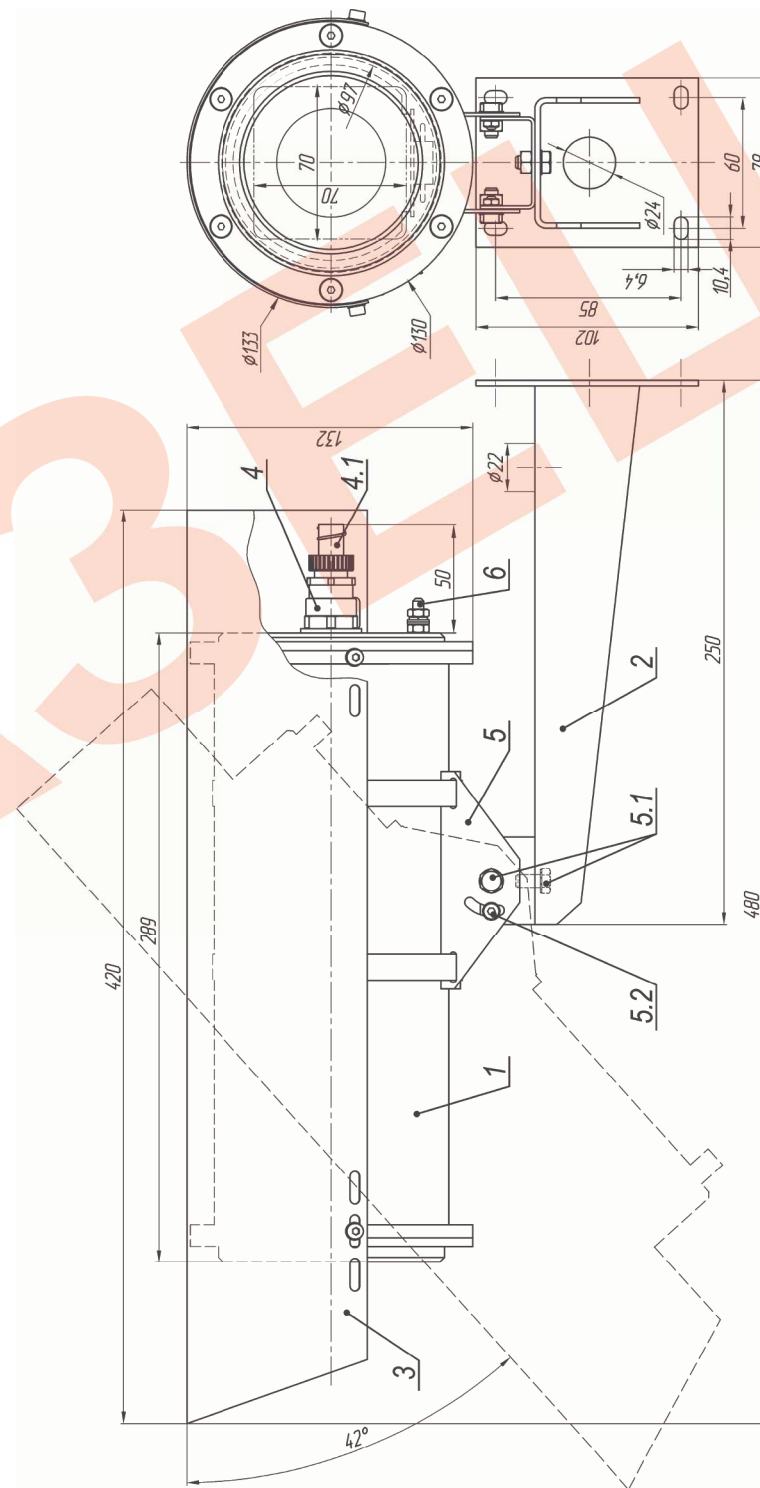

Рис.1 Габаритные и установочные размеры ТВК-184 IP Ex
2. Ослабив болты и винты фиксации шарнира (поз.5.1 и 5.2 рис.1), установить гермобокс на нужное направление обзора, после чего надежно зафиксировать шарнир затянув выше перечисленные болты и винты.
3. Заземлить гермобокс с помощью болта заземления (поз.6 рис.1).
Состав изделия: (см. рис.1)